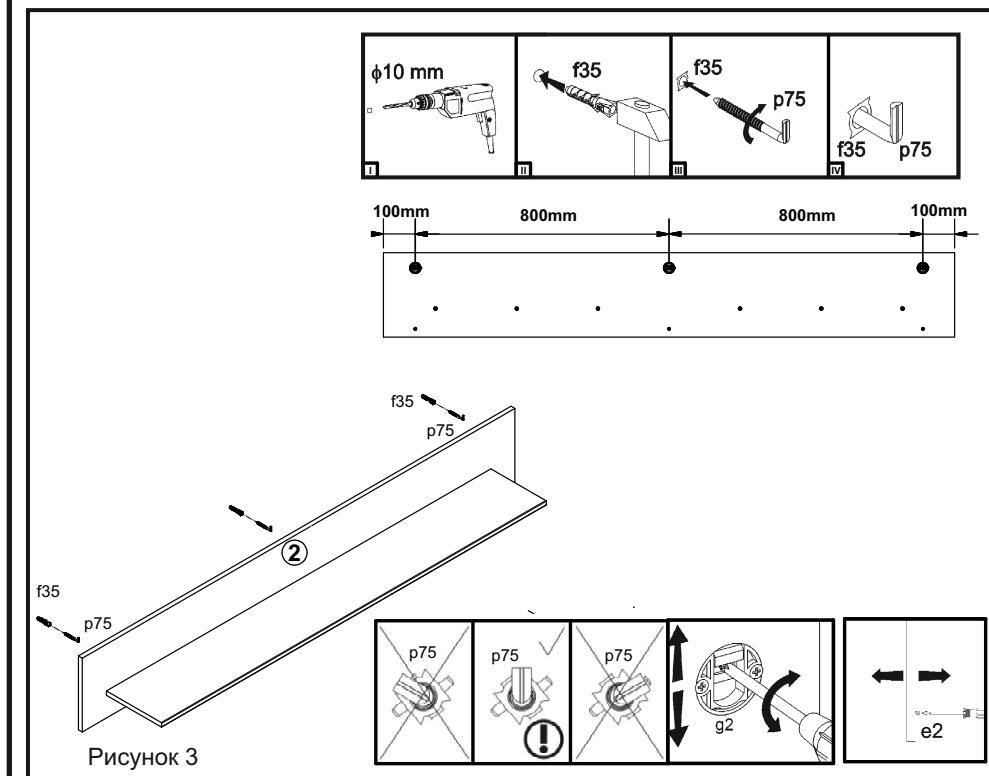

Рисунок 3
6. Для навешивания изделия на стене с помощью карандаша и линейки разметить отверстия, как показано на рис. 3.
8. Вбить в отверстия в стене пластмассовые дюбеля **f35** (см.рис. 3).
9. Вкрутить в дюбеля **f35** крючки для навешивания **p75** (см.рис. 3).
10. Навесить полку на выступающие из стены крючки (см.рис. 3).
11. В случае необходимости отрегулировать наклон изделия относительно горизонтали, регулируя кронштейны **g2**, и относительно вертикали, регулируя выступ еврошурупов **e2** с помощью крестообразной отвертки, как показано на рис. 3.